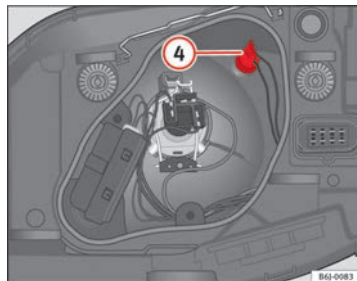

Fig. 150 Luci di posizione
- Estrarre il portalampada ④ ⇒ fig. 150 verso l'esterno.